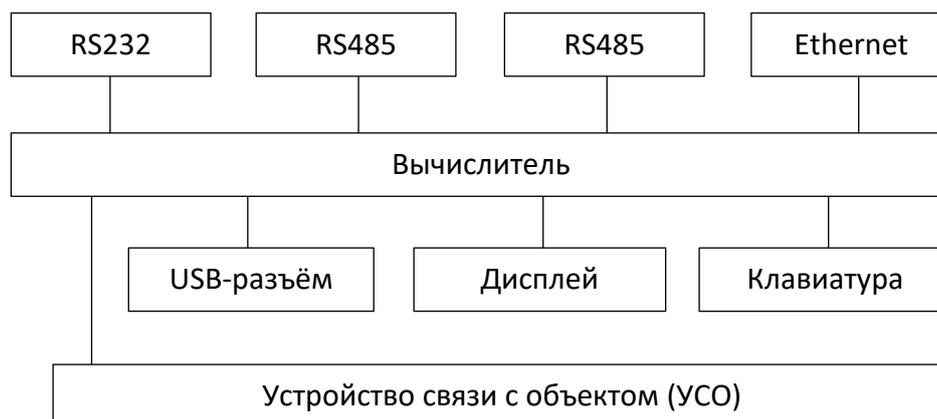

Рисунок 1 — Структурная схема контроллера МИКОНТ
1.4.1. Общий вид контроллера МИКОНТ приведен в приложении А. Прибор выполнен в пластмассовом корпусе для крепления на DIN рейку или на монтажную панель шкафа с помощью специальных креплений функционально состоит из блоков, см. рисунок 1.